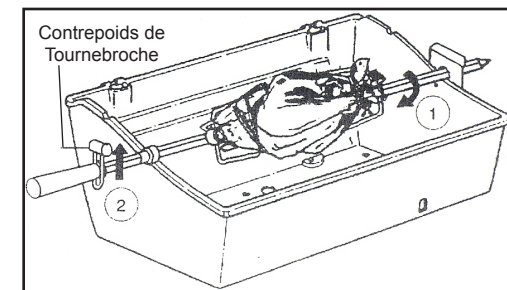

Fig. 14
**Contrepoids de Tournebroche (Fig. 14)**